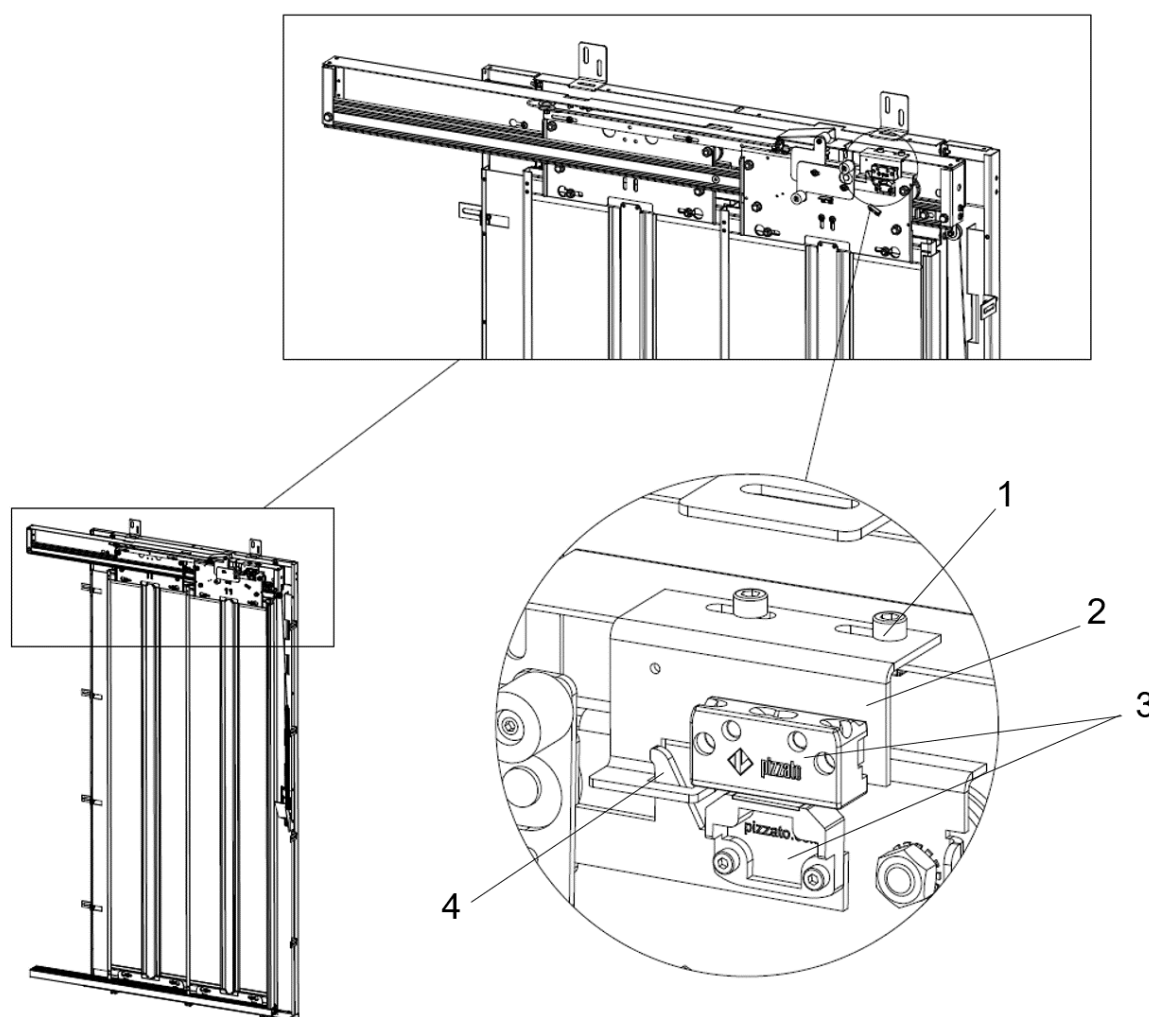

Fig. 51 Justering af etagedørlås
1. Løsn de skruer (1), som holder etagedørens låseplade (2), se Fig. 51.
2. Justér etagedørens låseplade således, at sikkerhedsafbryderens dele (3) glider korrekt sammen, og etagedørens låsekrog (4) går i indgreb.